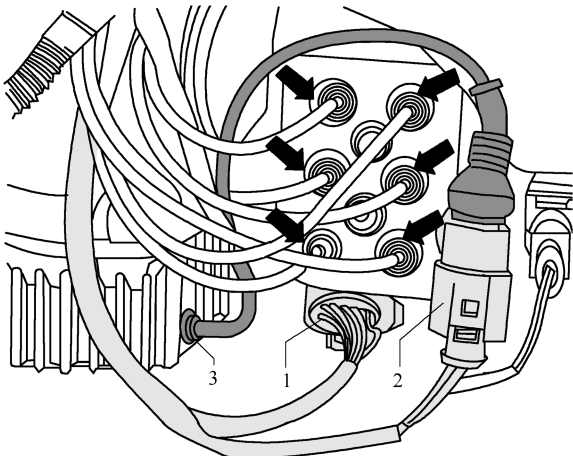

图 4-2-25 松脱插接器
2) 松脱插接器 2，如图 4-2-25 所示。
3) 拔下插接器 1，慢慢松开空气管路(箭头)，释放压力。排完空气后，拧下空气管路，如图 4-2-25 所示。